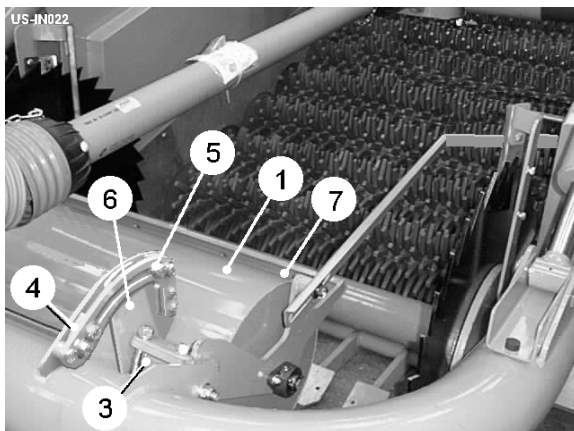
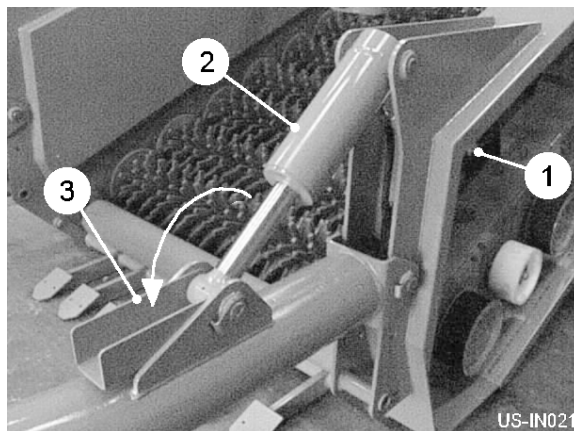

Fig 6
Fig 7
Maskinen er udstyret med et automatisk dybdekontrollsystem, der sikrer en jævn jorddybde i den færdige seng. Dybderullen (item 1, fig 6) løber oven på den præformede seng efter konturerne. Dybderullen er forbundet med en dybdesensor (item 1, fig 7) og aktiverer dybdecylindrene via den hydrauliske ventilbank (item 2, fig 7). En dybdeindikator er monteret på RH dybcylindren, der giver føreren en visuel indikation Følersystemets virkning. Beslagene (item 3, fig 7) skal indstilles i den viste position inden arbejdet påbegyndes.
Dybderullerammen drejer på gummitorsionsbeslag (item 3, fig 6). Ved at justere disse monteringer er det muligt at justere det tryk, rullen udøver på jorden. Trykindstillingen skal foretages med maskinen i arbejde, så den relative arbejdsstilling for rullen og delene er korrekt.
1. Frigør de forreste og bageste kvadrantstop (item 4 & 5, fig 6) på begge sider af rulleenheden.
3. Skub frontstoppene (item 4, fig 6) op mod kvadrantarmens forkant (item 6, fig. 6) og fastgør dem let.
4. Løft maskinen let, hvilket får kvadrantarmene (item 6, fig 6) til at rotere bagud væk fra frontstoppene (item 4, fig 6), og placer derefter frontstopperne igen op mod kvadrantarmene, og fastgør dem helt. Jo højere maskinen hæves, inden frontstoppene omplaceres, jo større fjedertryk vil være.
5. Sænk maskinen tilbage til arbejde, og indstil de bageste stop (item 5, fig 6) ca. 15 mm væk fra den bageste del af kvadrantarmene (item 6, fig 6). Dette rum gør det muligt for dybderullen at falde en smule, idet gravedybden opretholdes, når traktoren kører ud af sengen på forageren.
Skraberne (item 7, fig 6) skal placeres så tæt på rullen som muligt uden at røre ved den.
Inden du transporterer maskinen på vejen, skal du nulstille cylinderbeslagene (item 3, fig 7).